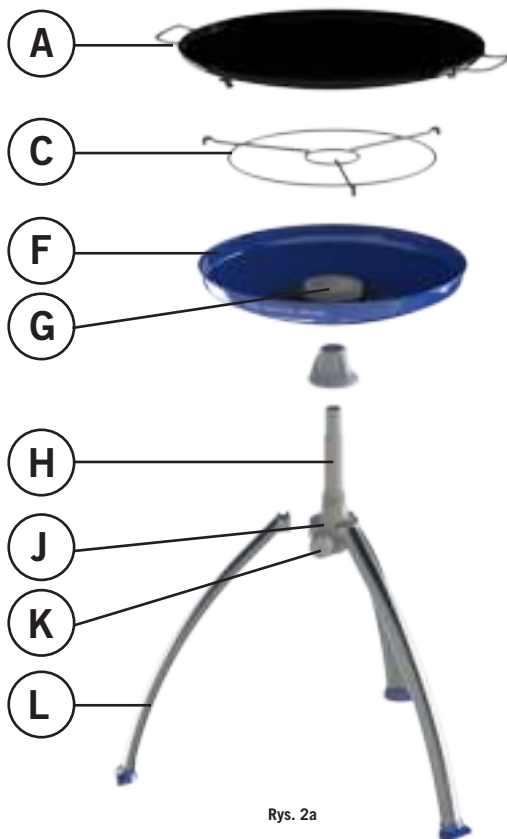

Rys. 1
- Nie wolno zakrywać ani wymieniać otworów wentylacyjnych Misy palnika (F) na płycie bazowej, ponieważ spowodowałyby to przepływ powietrza do Wentylatorów trzpienia znajdujących się wewnątrz Osłony trójnogu (J). To z kolei wpływa obniżyłoby wydajność produktu i mogłoby doprowadzić do niestabilnego płomienia. Upewnij się, że urządzenie jest używane z dala od materiałów palnych. Minimalne bezpieczne odległości to:
- Nad urządzeniem: 1,2m. Z tyłu i po bokach: 600mm. (Patrz rys.1)
- W przypadku płomienia wstecznego (skierowanego do tyłu w kierunku wnętrza palnika lub osłony Venturiego), należy w pierwszej kolejności natychmiast wyłączyć dopływ gazu, zamykając zawór sterujący na zbiorniku na gaz, a następnie zawór urządzenia (M). Po zgaszeniu płomienia, należy usunąć regulator oraz sprawdzić stan uszczelki. W razie wątpliwości wymienić uszczelkę. Ponownie uruchomić urządzenie zgodnie z opisem w pkt 7 (poniżej). Jeśli płomień wsteczny utrzymuje się, oddaj produkt do autoryzowanego punktu naprawczego CADAC.